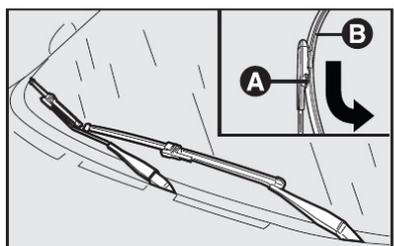

fig. 30
Substituição das palhetas do limpador do para-brisa - fig. 30
- 2) Pressionar a trava **A**-fig. 30 e retirar a palheta **B** empurrando-a para baixo e desengatando-a do braço;